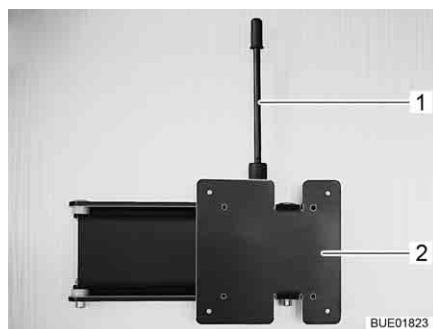

Fig. 104 Soporte de pared
- Tirar la palanca de desbloqueo (Fig. 104,1) hacia arriba y girar el soporte (Fig. 104,2) junto con la pantalla plana a la posición deseada.